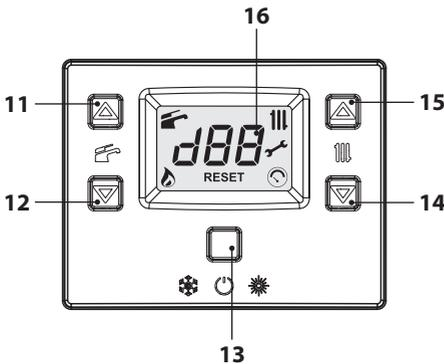
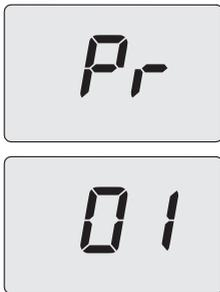

Figura 5.29
Figura 5.30
- Entrare in "modalità programmazione" premendo contemporaneamente per 10 secondi i tasti 13-14-15 (Figura 5.29) fino a far apparire sul display LCD le lettere **Pr** che si alternano al numero del parametro **01**, indicanti l'entrata nel "parametro 01" (Figura 5.30).
- Premendo il tasto 13 (Figura 5.29) si ottiene la conferma del valore inserito. Sul display appare per 3 sec. la scritta **"OK"** (Figura 5.32), per poi visualizzare la lista dei parametri.
- Per uscire, premere il tasto 13 (Figura 5.29) e togliere l'alimentazione elettrica.